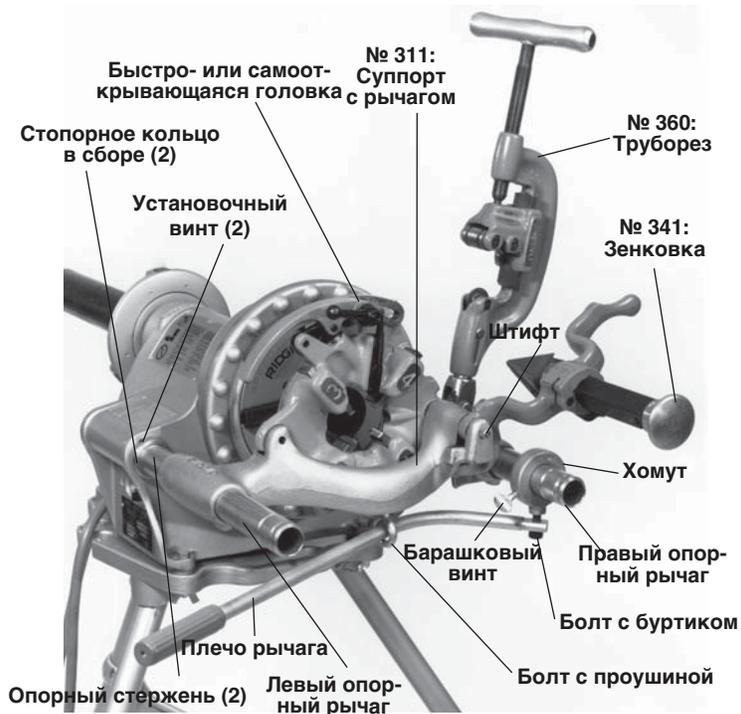

Рисунок 4 – Силовой привод № 300 с суппортом №311А, труборезом 360, зенковкой 341 и резьбонарезной головкой
1. Проверьте опорные стержни, чтобы они были направлены прямо и закреплены двумя стопорными кольцами. Установочные винты стопорного кольца должны быть затянуты (рисунок 4).
2. Прикрепите болт с проушиной к суппорту № 311А. Вставьте плечо рычага в болт с проушиной и прикрепите к хомуту с помощью болта с буртиком (рисунок 4).
4. Установите труборез № 360 и зенковку № 341, вставив рычаг в паз суппорта, и выполните фиксацию приводным штифтом (рисунок 4).